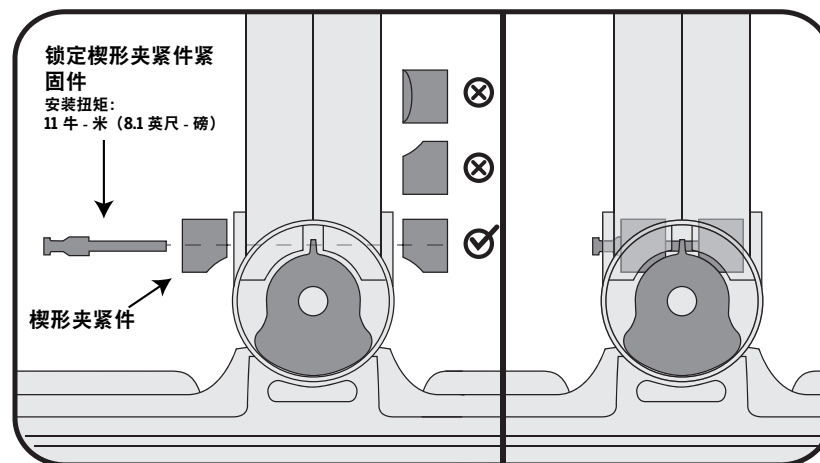

图 2. 确保楔形夹紧件曲面向下安装
5. 确保正确安装楔形夹紧件，使其曲面向下装到倾斜操纵架底部两边，每边一个。每个楔形夹紧件都应正确安装，与枢轴轴毂配合适当。请参见图 2 和本文档开头的“警告”部分。